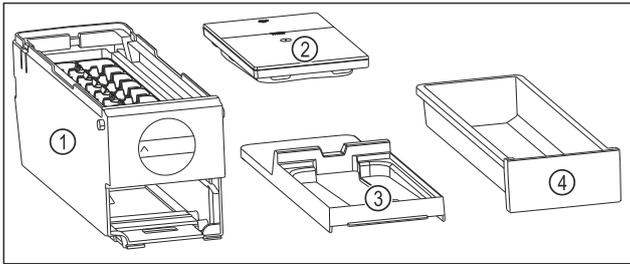

Fig. 76 Bestandteile des EasyTwist-Ice
- ▶ EasyTwist-Ice ist in vier Teile zerlegt. (siehe Fig. 76)
- ▶ EasyTwist-Ice nur in abgebildete Bestandteile zerlegen. (siehe Fig. 76)
- ▶ EasyTwist-Ice-Korpus Fig. 76 (1) als Ganzes reinigen.